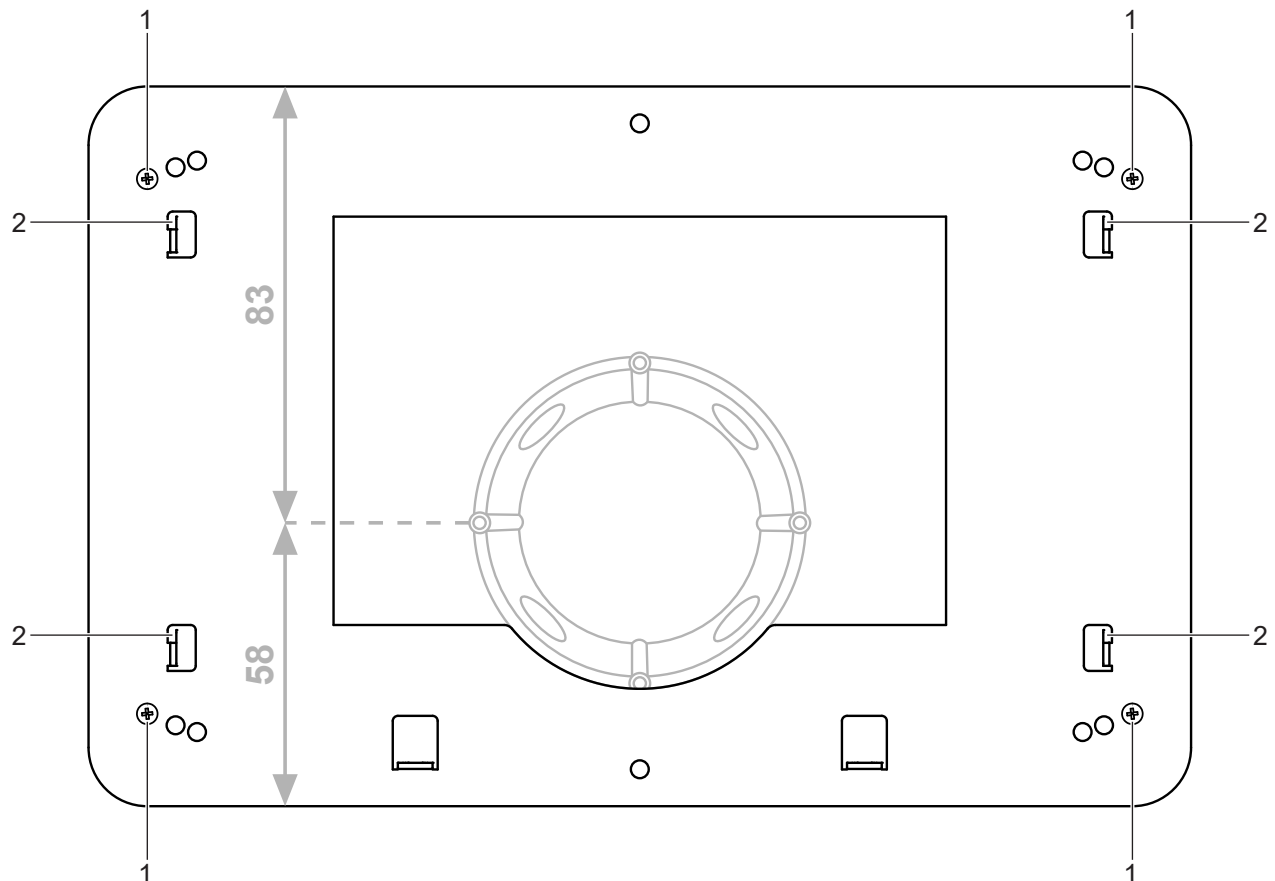
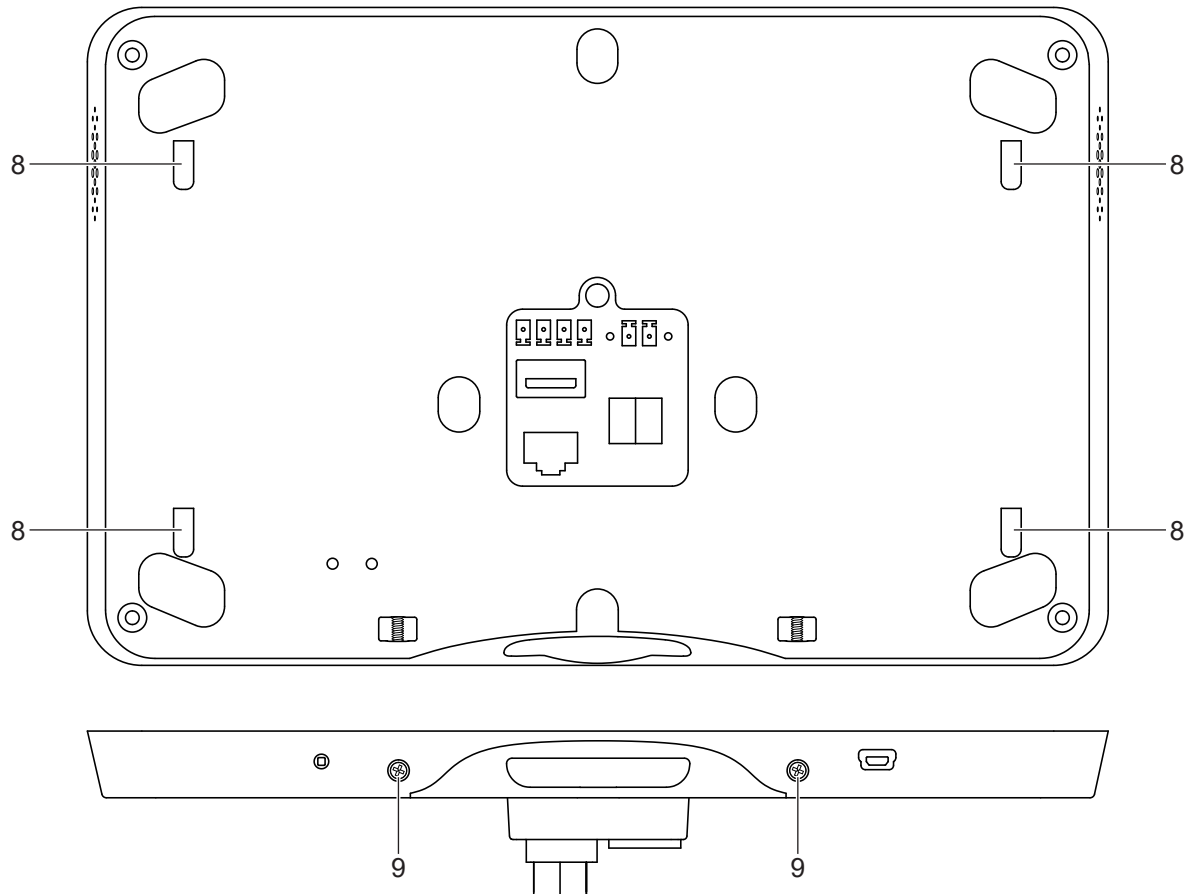

Abb. 2: Montage Adapter
Abb.4: Montage Smart Panel
- Adapter mit insgesamt vier Arretierungsschrauben (1) auf Einbaugehäuse montieren. (Abb. 2)
(Abb. 2 und Abb. 4)
(Abb. 4)